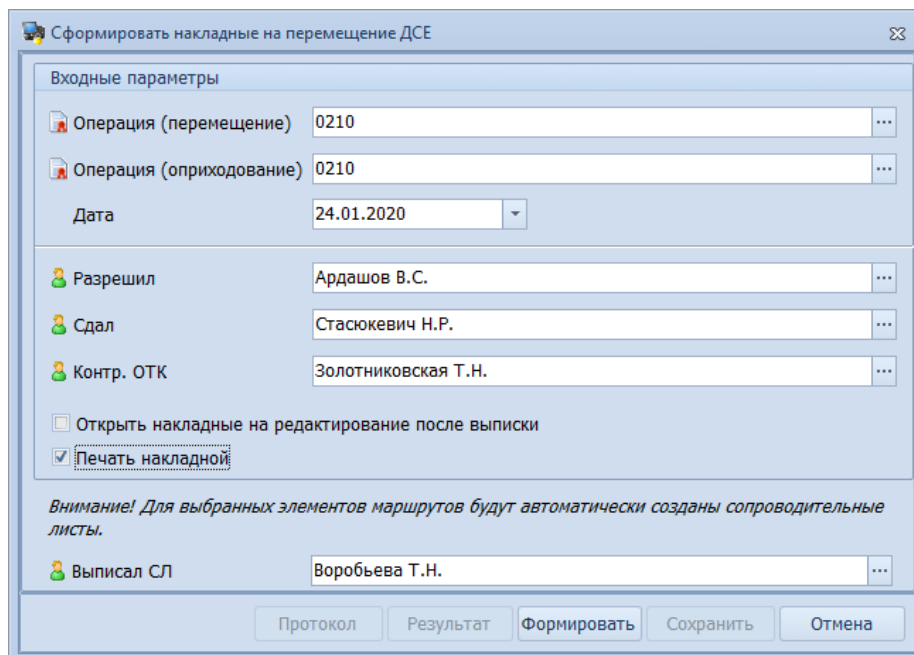

Рисунок 135. Пример ввода параметров в диалоговом окне
- 4.3. Включить опцию (установить галку) «**Печать накладной**» (рис. 135).